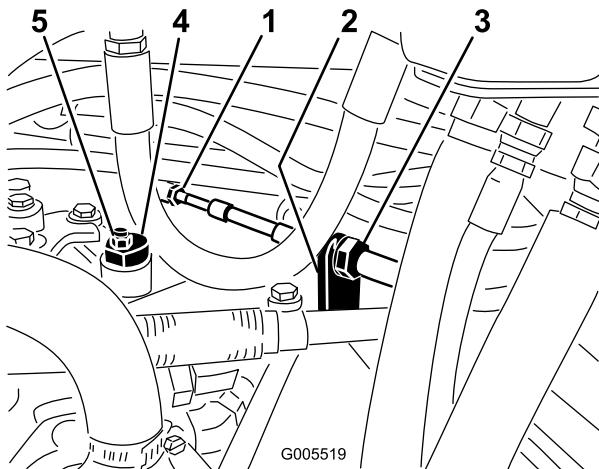

Figure 54
A. Desserrez les écrous de blocage qui fixent le câble de commande de transmission à la cloison sur l'hydrostat (Figure 54). Desserrez les écrous de blocage uniformément et suffisamment pour permettre le réglage.
Remarque: Desserrez l'écrou de fixation de l'excentrique en haut de l'hydrostat (Figure 54).
Lorsque la route arrête de tourner, serrez l'écrou pour bloquer l'excentrique et le réglage (Figure 54). Vérifiez le réglage avec la commande d'accélérateur en position bas régime, puis haut régime.
- D. De chaque côté de la cloison, serrez les contre-écrous uniformément pour fixer le câble de transmission à la cloison (Figure 54).